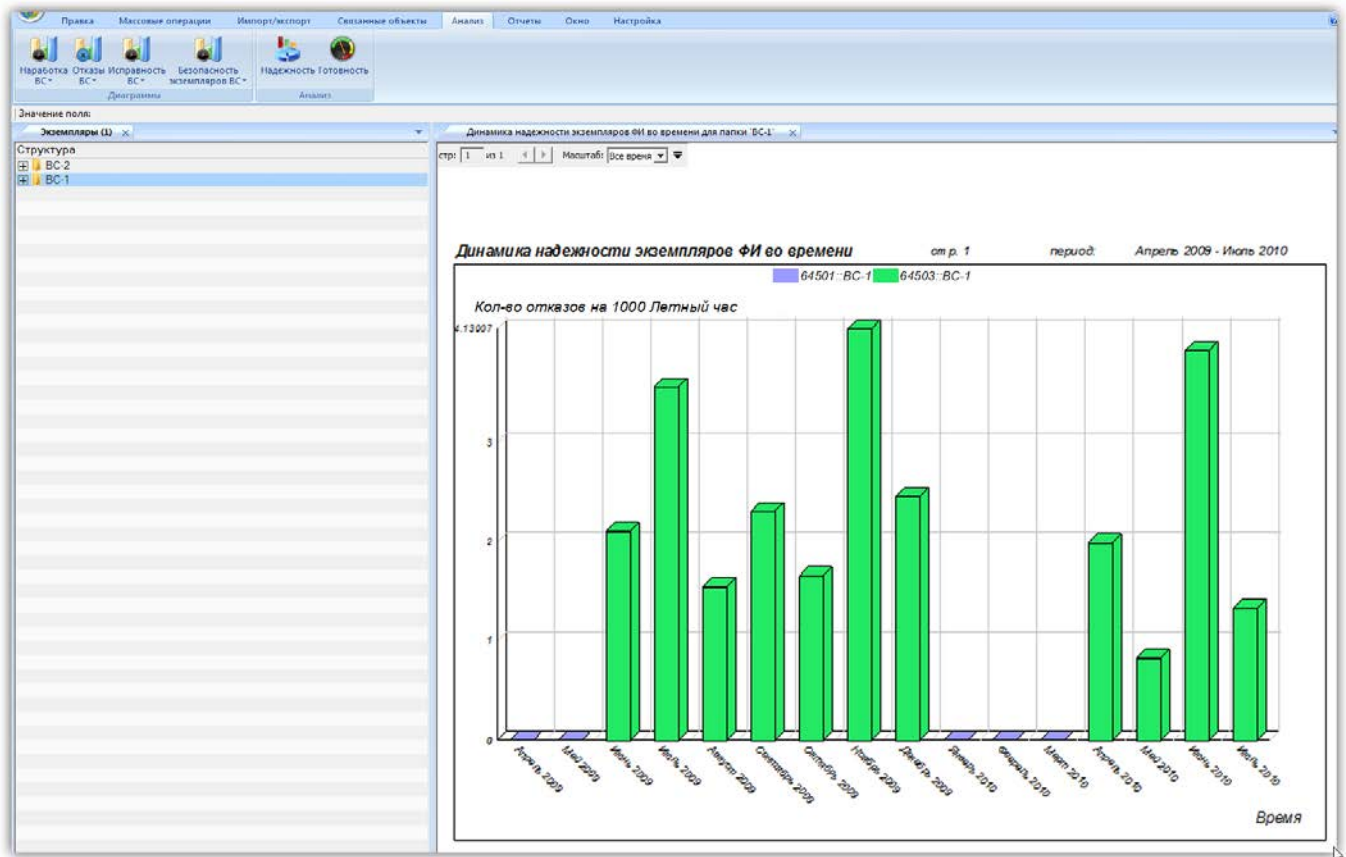

Рис. 13-233 – Построение диаграммы по наработке
4) В отдельном рабочем окне отображается диаграмма по наработке (рис. 13-233). Краткое описание инструментов панели «Файл» для диаграмм приведено в пункте 5.4.7 «Панель «Диаграммы»», стр. 62.